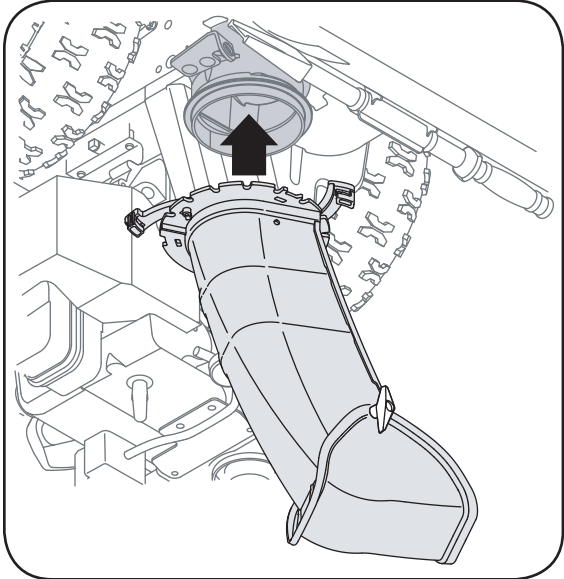

Figure 3-3
3. Positionnez la goulotte au-dessus de sa base, bien en place sur l'adaptateur. Voir la Figure 3-3.